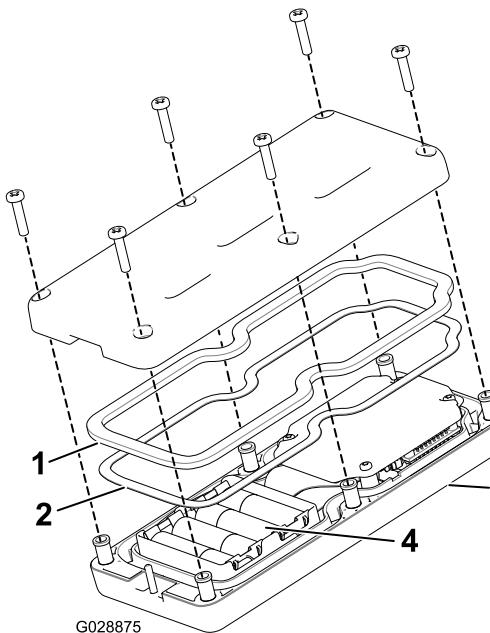

Figure 42
3. Retirez les 6 vis au dos de la télécommande et déposez le couvercle (Figure 42).
5. Placez les piles dans l'emplacement du logement en respectant la polarité. Les marquages de polarité sont gravés sur le logement pour chaque borne (Figure 42).
6. Si vous enlevez accidentellement le joint en caoutchouc et le joint en acier, remettez-les avec précaution dans la gorge de la télécommande portable (Figure 42).
7. Remettez le couvercle en place et fixez-le avec les 6 vis retirées précédemment (Figure 42), serrées à un couple de 1,5 à 1,7 N·m.